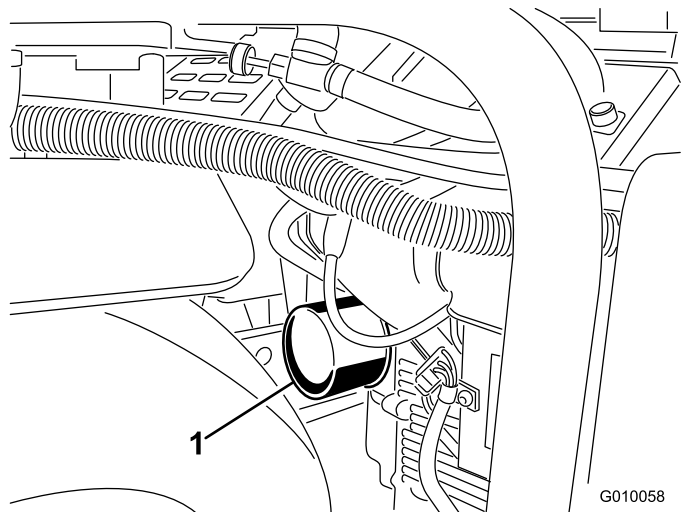
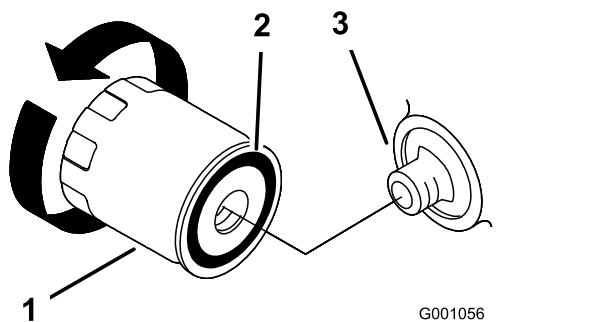

Figura 45
Figura 46
- Mettere una bacinella o uno straccio sotto il filtro per raccogliere l'olio di spurgo (Figura 45).
- Togliete il filtro usato (Figura 45 e Figura 46) e pulite la superficie della guarnizione dell'adattatore del filtro.